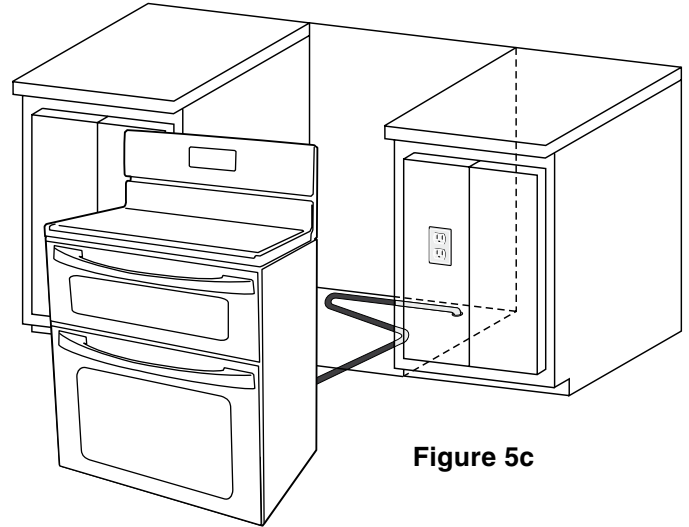

Figure 5c
- Fixez le connecteur flexible (C) et/ou le conduit de l'appareil au raccord (D) du côté gauche de la valve d'arrêt de l'appareil en utilisant **EFFORT DE SERRAGE QUI NE DÉPASSE PAS 15ft./lbs.** Assurez-vous de bien stabiliser le raccord à l'aide de la clé à tuyau avant de serrer le connecteur flexible et/ou le conduit de l'appareil.
- Installez un raccord (B) à la valve d'arrêt manuelle.
- Attachez le connecteur flexible (C) au raccord (B) installé sur la valve d'arrêt manuelle (A).
- Formez le connecteur flexible tel qu'illustré à la figure 5c afin d'éviter que le connecteur se trouve pincé ou qu'il empêche de pousser l'appareil à sa position finale.